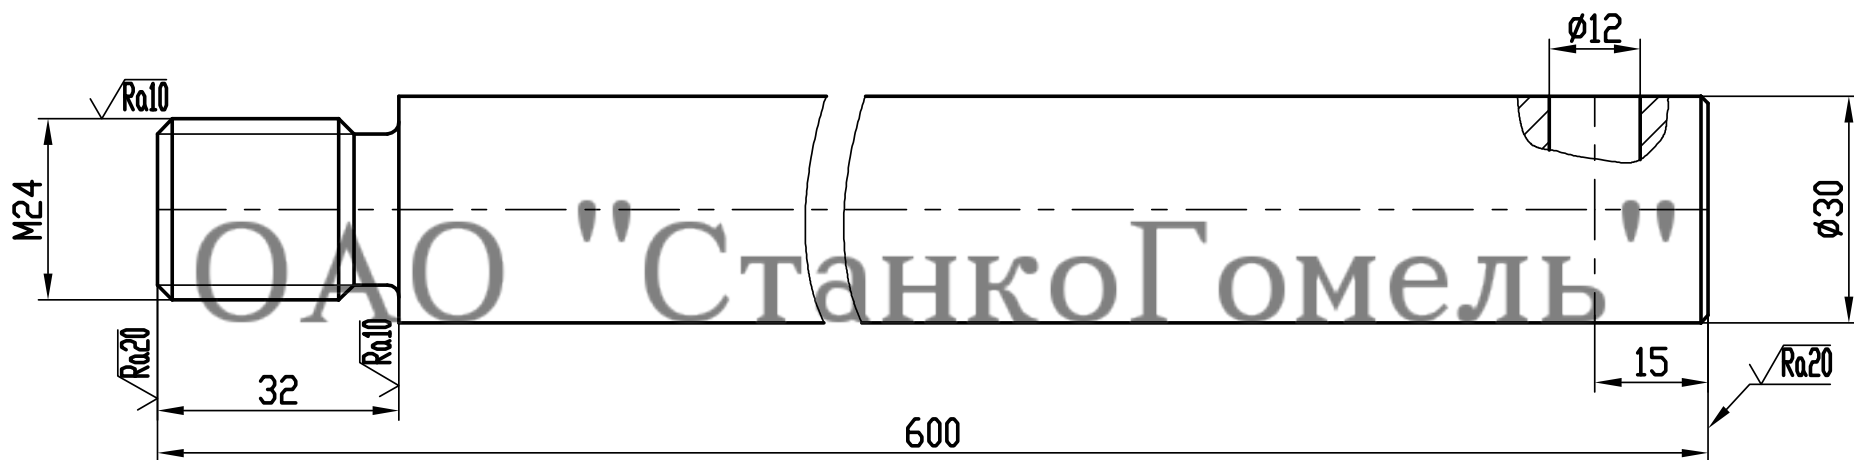

Рисунок 12.1 - Приспособление для демонтажа коробки скоростей из стойки
- установить приспособление для демонтажа (рисунок 12.1);